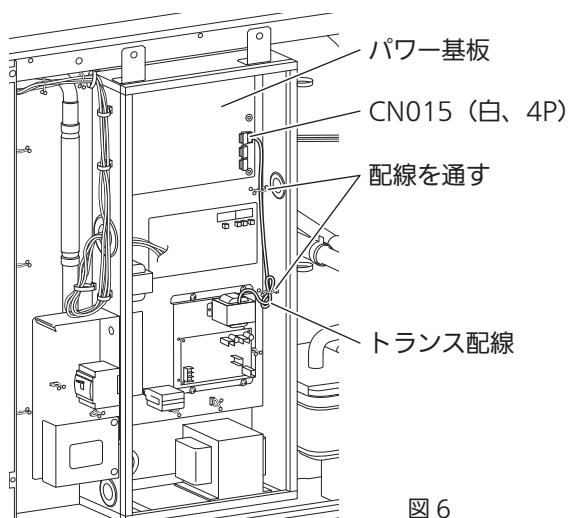

図 6
- ① 組立基板のトランス配線をパワー基板の CN015 (白、4P) に接続してください。(図 6) 接続後、トランス配線は GHP 電装ボックス内の他の部品に接触しないように折り返して、8 の字固定具 (2 ヲ所) で固定ください。